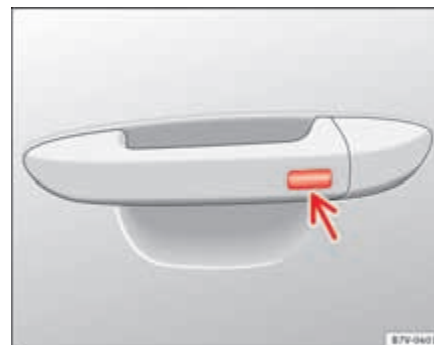

Fig. 50 Sistema de cierre y arranque KESSY: botón exterior en la maneta de la puerta.
- Accione el botón exterior de la maneta de la puerta del conductor o del acompañante (⇒ página 90, fig. 50 flecha) *una vez*. El vehículo se bloquea con el sistema de seguridad "Safe" ⇒ página 92. La puerta cuya maneta accione debe estar cerrada.